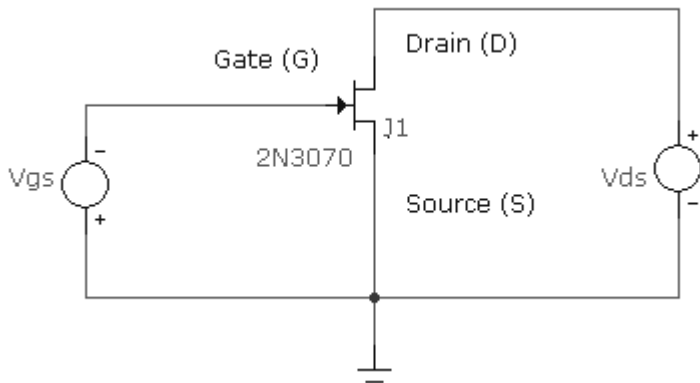
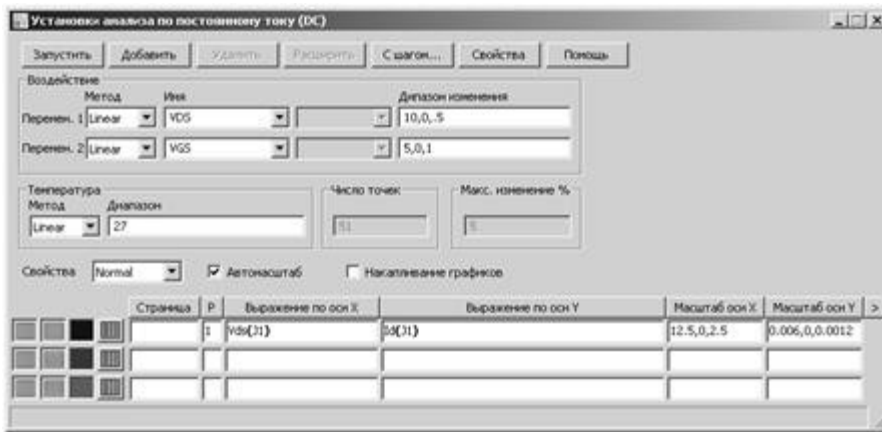

Рис. 3.5 Схема для снятия статических характеристик транзистора
Рис. 3.7 Окно установок анализа по постоянному току для снятия стоковой статической характеристики
3.2.2 Составить схему для снятия статических характеристик, согласно показанной на рис. 3.5. В зависимости от номера бригады по указанию преподавателя использовать следующие транзисторы:
Выбрать пункт меню «Анализ → Анализ по постоянному току». Установить в качестве первой переменной источник напряжения затвор-исток (на рис. 3.5 Vgs), закон изменения переменной – линейный (Linear). Установить в качестве второй переменной источник напряжения сток-исток (на рис. 3.5 Vds), закон изменения переменной – линейный (Linear), как показано на рис. 3.6. Установить автомасштабирование.
Выбрать пункт меню «Анализ → Анализ по постоянному току». Установить в качестве первой переменной источник напряжения сток-исток (на рис. 3.5 V_{ds}), закон изменения переменной – линейный (Linear). Установить в качестве второй переменной источник напряжения затвор-исток (на рис. 3.5 V_{gs}), закон изменения переменной – линейный (Linear), как показано на рис. 3.7. Установить автомасштабирование графиков.